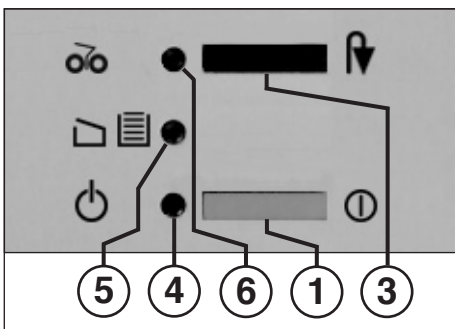

Рис. 1
- 1 = Переключатель (рис. 1)**
- 3 = Переключатель "Обратный ход" (рис. 1)**
- 4 = Контрольная лампочка "Готовность к работе" (рис. 1)**
- 5 = Контрольная лампочка (рис. 1)**
- 6 = Контрольная лампочка "Скопление бумаги" (рис. 1)**
- Включите машинку с помощью переключателя (1) (рис. 1). Загорается контрольная лампочка (4) (рис. 1).
- Если приемный мешок наполнился измельченной бумагой до краев, то измельчитель останавливается. Загорается контрольная индикаторная лампочка "Приемный мешок переполнен" (5) (рис.1). Проводите опорожнение приемного мешка следующим образом:
- Задвиньте выдвижную раму вместе с мешком внутрь измельчителя и закройте дверцу. Контрольный индикатор (5) (рис. 1) гаснет.
Следите за тем, чтобы прибор в ночное время был выключен с помощью переключателя (1) (рис. 1).
- Загорается контрольный индикатор (6) (рис. 1).
- Нажмите на короткое время клавишу обратного хода (3) (рис. 1).
- Контрольный индикатор (6) (рис. 1) гаснет.
если происходит перегрузка двигателя, то он отключается. Выключите прибор с помощью переключателя (1) (рис. 1).